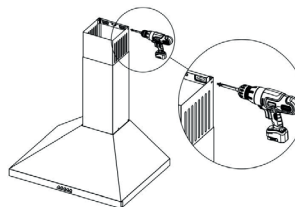

Рисунок 13
11. Закрепить внешний воздуховод на монтажном кронштейне на верхней поверхности вытяжки (2 шт., справа-слева), используя болты **3,5 x 6,5 RYSB** (Рис. 13).